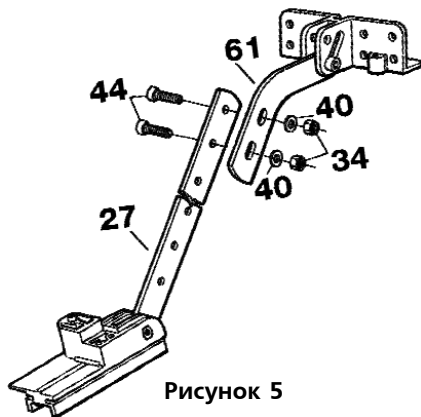
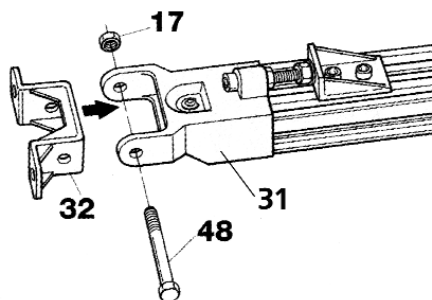

Рисунок 5
Рисунок 6
1. Соединить тягу (27) с изогнутым кронштейном (61) (рис.5);
2. Протянуть шнур (24) через сквозное гладкое отверстие штифта разблокировки;
3. Пропустить оба конца через отверстие в колпачке (25) и связать их;
4. Вставить скобу (32) в наконечник (31) и закрепить ее винтом (48) и гайкой (17) (рис.6);